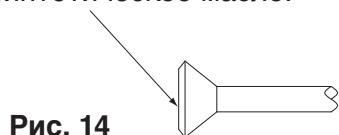

Рис. 14
- При выполнении соединения развальцовки на участок внутри растрuba рекомендуется наносить только эфирное или сложноэфирное синтетическое масло. **(См. рис. 14)** Затем необходимо рукой завернуть конусную гайку на 3-4 оборота и довернуть ее.